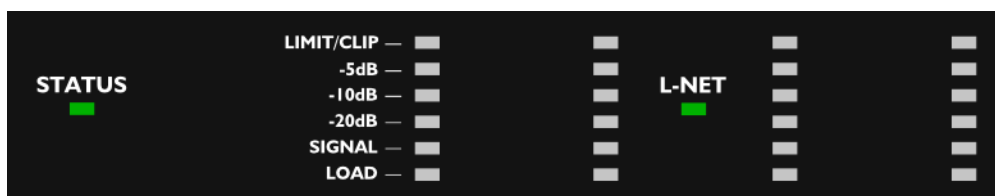

Figure 15 : LED STATUS et L-NET
- vert (voir la Figure 15) quand le LA4X fonctionne normalement.
La LED **L-NET** est allumée en vert (voir la Figure 15) quand le LA4X est piloté à distance par un logiciel tel que LA NETWORK MANAGER (voir le **tutoriel vidéo LA NETWORK MANAGER**).